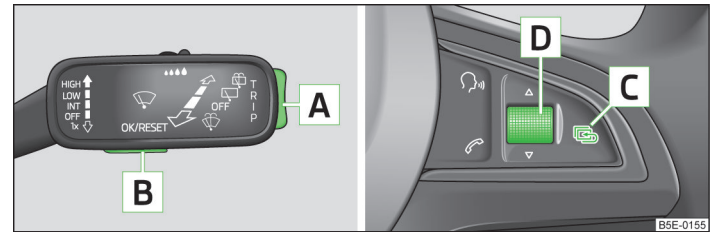

Abb. 10 Tasten (Einstellrad) am Bedienungshebel / am Multifunktionslenkrad
- › Mit der Taste **A** » Abb. 10 bzw. mit dem Einstellrad **D** den Menüpunkt **Warnung bei Geschwindigkeitsüberschreitung** wählen.
- Mit der Taste **A** » Abb. 10 bzw. mit dem Einstellrad **D** den Menüpunkt **Warnung bei Geschwindigkeitsüberschreitung** wählen.